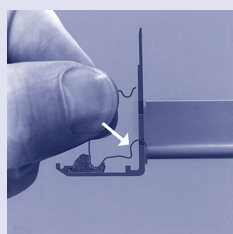

Fig. 2
- Fig. 2 Befestigungsfeder von aussen in das entsprechende Schlitzpaar eingehängen.